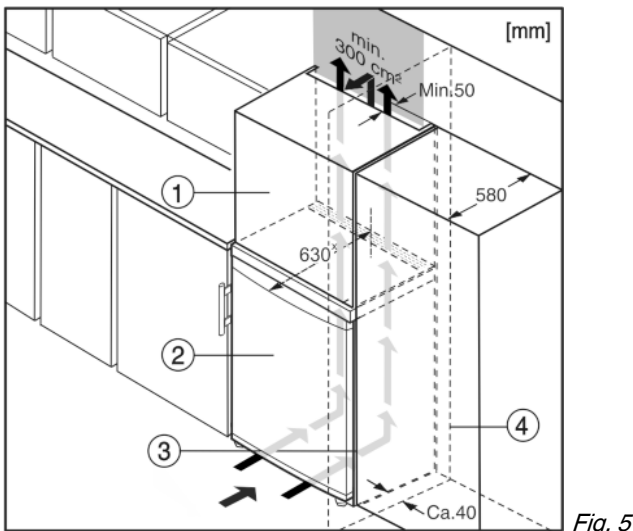

Fig. 5
Устройство может быть окружено предметами кухонной обстановки. Чтобы уравнять устройство Fig. 5 (2) по высоте с кухонной стенкой, можно установить над устройством соответствующий дополнительный шкафчик Fig. 5 (1).
При комбинировании с кухонными шкафами (глубина макс. 580 мм) устройство можно установить непосредственно рядом с кухонным шкафом Fig. 5 (3). Устройство выступает сбоку на 34 мм^x и по центру на 50 мм^x относительно передней стенки кухонного шкафа.
Если устройство установлено на шарнирах у стены Fig. 5 (4), то расстояние между устройством и стеной должно быть не менее 40 мм. Настолько выступает ручка при открытой дверце.